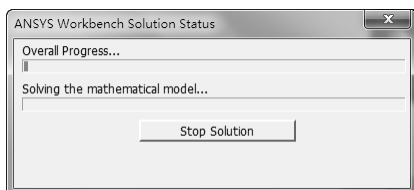

图 10-32 求解进度条
1) 单击工具栏上的【Solve】按钮  Solve ▾，启动求解，系统弹出进度条，表示正在求解。求解完成后进度条自动消失，如图 10-32 所示。